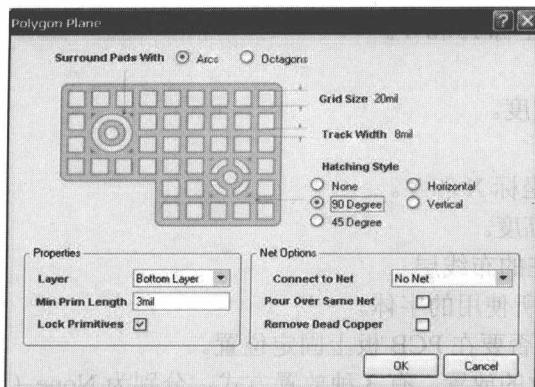

图 6-1 敷铜属性设置对话框
2. 进入敷铜的状态后，系统将会弹出 Polygon Plane (敷铜属性) 设置对话框，如图 6-1 所示。